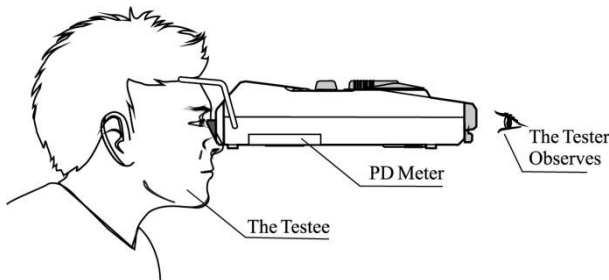

Fig.6
- Coloque o porta-testa levemente na testa do testado, e o porta-nariz levemente na ponte do nariz do testado, então mantenha o dispositivo em um estado horizontal (como mostrado na Fig.6).